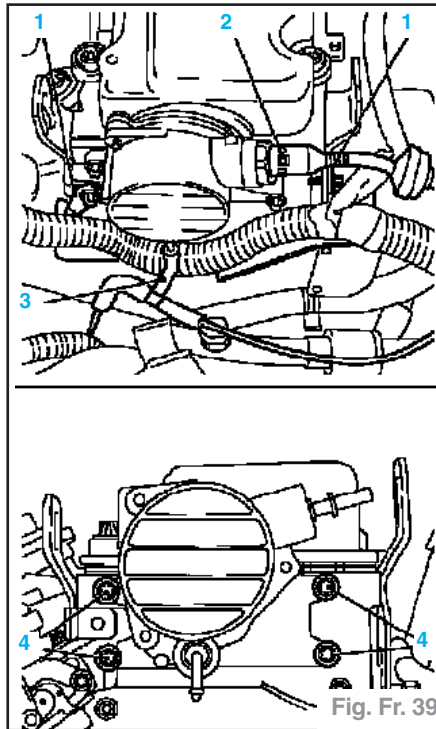

Fig. Fr. 39
- Déposer : (Fig. Fr. 39).
- la conduite à dépression de servofrein (2) et le flexible (3) de la pompe à vide,
- les vis de fixation (1) des deux pattes de transport (presser les conduites de carburant hors des fixations et ranger vers le bas le support de faisceau et le faisceau).
- Déposer les vis (4) et enlever la pompe à vide.